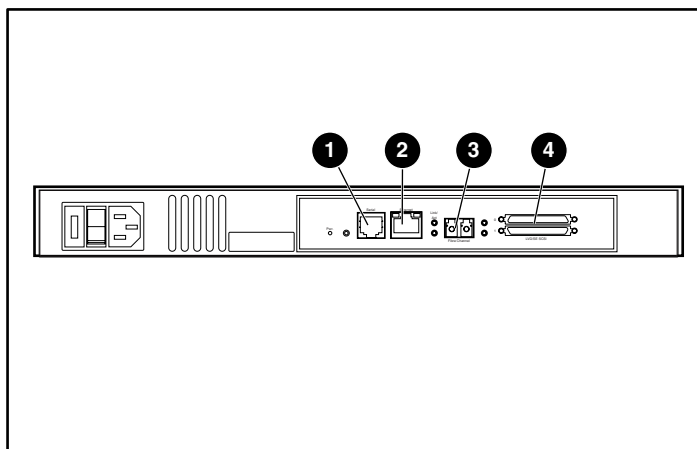

Figura 3-2: Posizione delle porte nel pannello posteriore
Figura 3-2 illustra le posizioni delle porte nel router.
1. Individuare la porta per canale in fibra ottica nel pannello posteriore del router. Per un'illustrazione della porta per canale in fibra ottica nel pannello posteriore del router, vedere Figura 3-2.
2. Individuare i bus SCSI. Per un'illustrazione dei bus SCSI nel pannello posteriore del router, vedere Figura 3-2.
Per un'illustrazione della posizione della porta seriale nel pannello posteriore del router, vedere Figura 3-2.